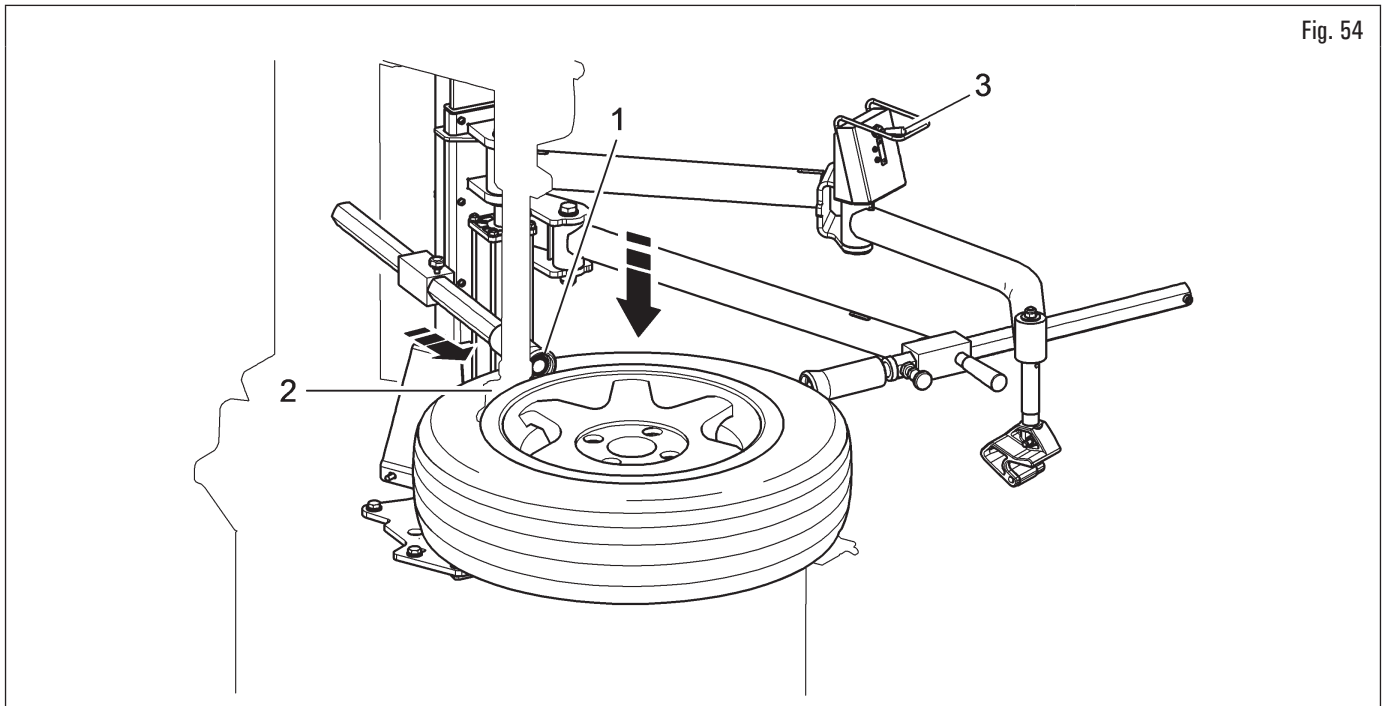

Fig. 54
1. posizionare il rullo premitallone (Fig. 54 rif. 1), come indicato in figura, in prossimità della testa utensile (Fig. 54 rif. 2). Abbassare lo pneumatico tramite il rullo premitallone (Fig. 54 rif. 1) (abbassando la relativa leva dell'unità di comando (Fig. 54 rif. 3)), fino a consentire un agevole posizionamento della testa utensile sul bordo del cerchio (Fig. 54 rif. 2). Dopodiché bloccare la testa utensile;